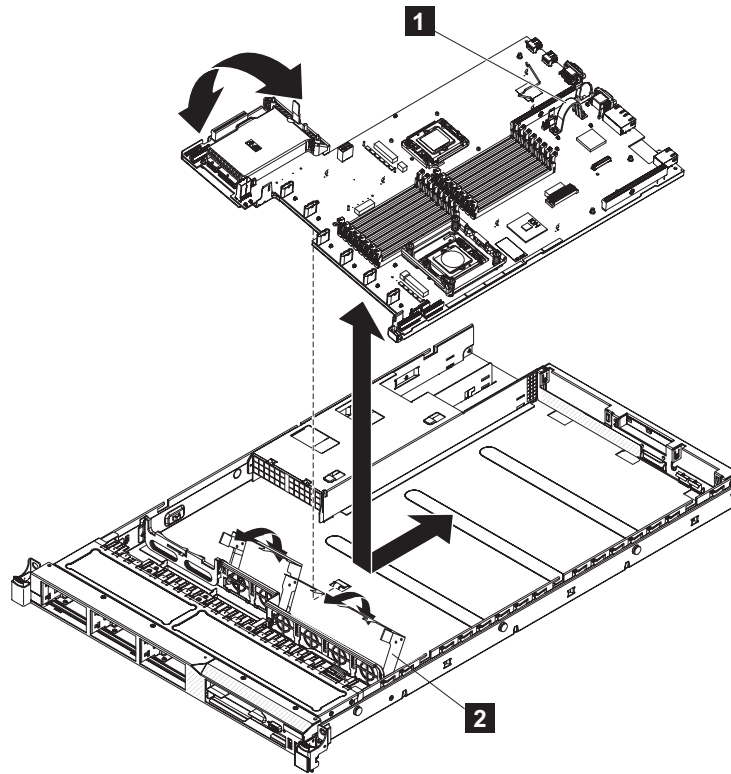

図 280. SAN ボリューム・コントローラー 2145-CF8 システム・ボードの取り外しと再取り付け
1. 電源機構ユニットから遠い方のシステム・ボード・アセンブリーの側面を、キャッチの下に置きます。システム・ボードの反対側を、シャーシ内に平らになるまで下げます。背面コネクタをサーバーの背面の穴に位置合わせし、339ページの図 280 に示すように、システム・ボードをノードの背面に向けてスライドさせます。